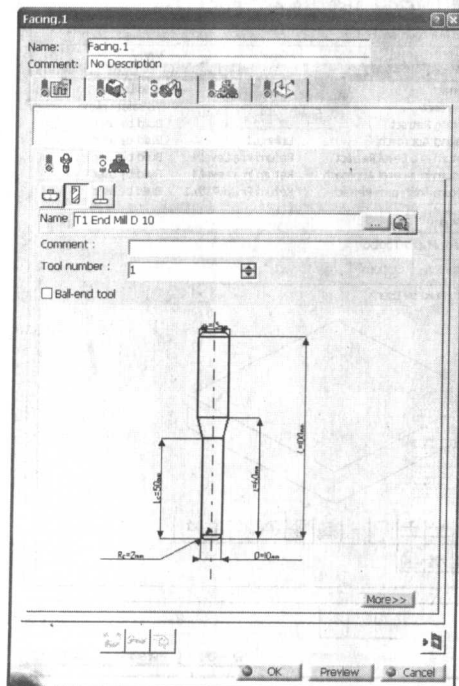

图 1-20
(1) 单击“刀具参数”标签 ，如图1-20所示，默认状态是选用了一把立铣刀 ，而这里需要使用一把端铣刀来进行端面加工。单击“端铣刀”按钮 ，在Name文本框中